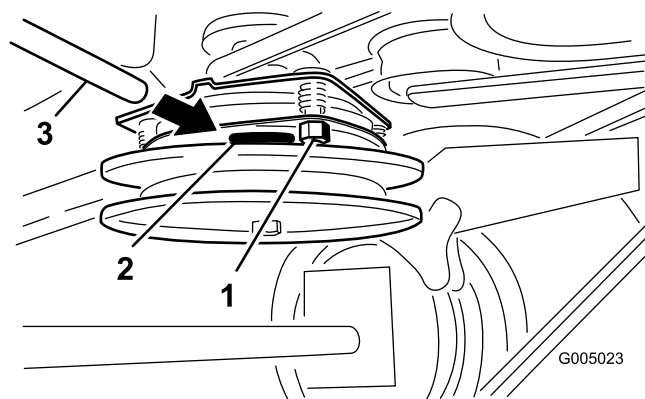

Bild 35
- Ziehen Sie die Sicherungsmuttern fest, bis die Fühlerlehre etwas fest sitzt, jedoch leicht bewegt werden kann (Bild 35).